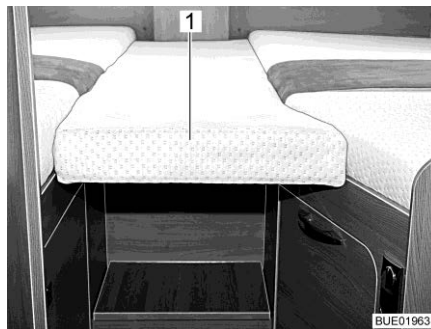
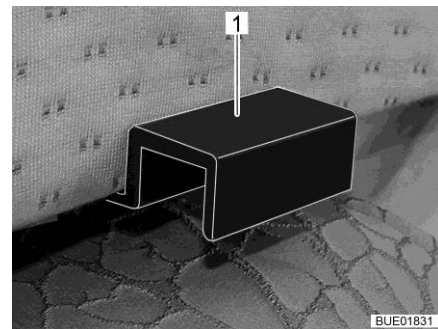

Bild 126 Extra dyna
Bild 127 Fäste extra dynor
- Häng extra dynan (Bild 126,1) med fästena (Bild 127,1) så att det blir en stängd sängyta i enkelsängarnas öppning.